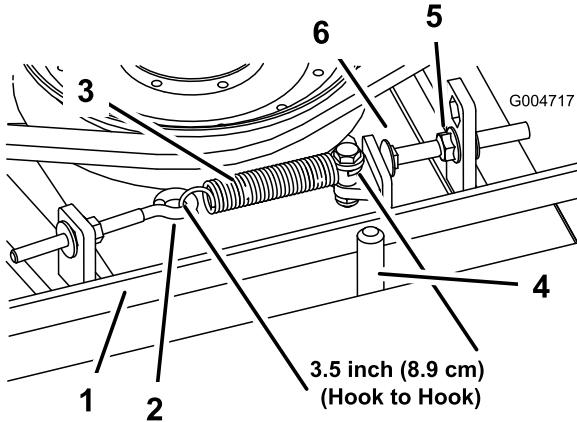

Figure 65
tendu, ajustez le boulon de butée (boulon de carrossier) jusqu'à obtenir un jeu approximatif de $3 +1,5/0,0$ mm entre la tête du boulon et le bras de la poulie de tension (Figure 65).
Remarque: La courroie doit être placée du côté ressort du guide (Figure 65).
2. Desserrez le boulon à œil pour pouvoir enlever le ressort d'extension (Figure 65).
3. Desserrez l'écrou à embase qui fixe le boulon de butée à la patte de montage. Reculez l'écrou suffisamment pour que le bras de la poulie de tension passe le boulon de butée (Figure 65). Eloignez la poulie de tension de la courroie pour détendre cette dernière.
8. Raccrochez le ressort d'extension (Figure 65) au boulon à œil et tendez la courroie comme suit :